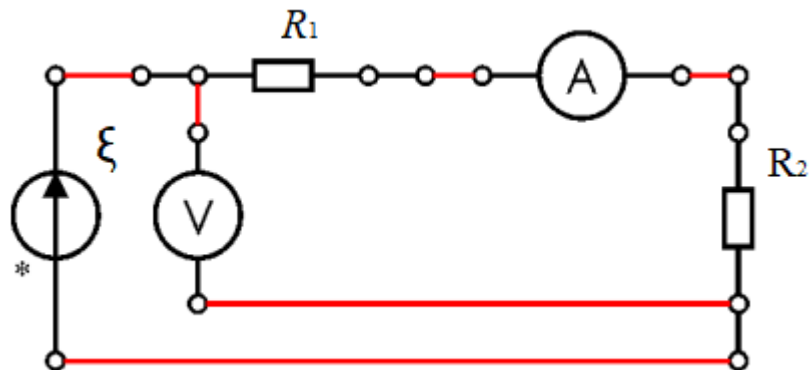

Рис. 8. Схема для проверки закона Ома для полной цепи.
2. Соберите схему на приборной панели как показано на рис. 8, используя резистивные сопротивления, мультиметры и соединительные провода. Сопротивление резисторов  $R_1$  и  $R_2$ , задаются ведущим преподавателем или сотрудником лаборатории. Не